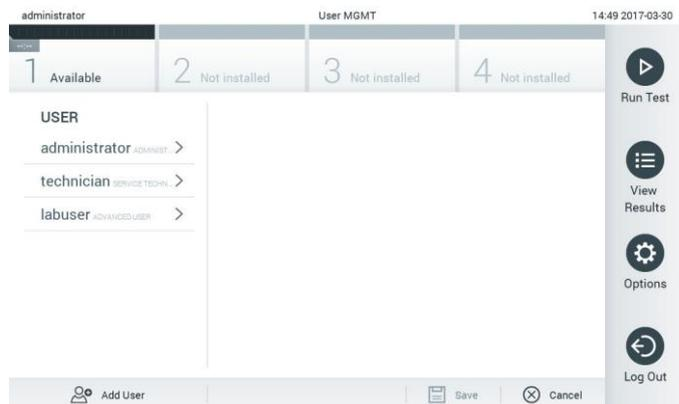

Рис. 47. Экран «User Management» (Управление пользователями).
1. Нажмите на кнопку **Options** (Опции), а затем на кнопку **User Management** (Управление пользователями), чтобы настроить конфигурацию для пользователей. В области содержимого на дисплее отобразится экран **User Management** (Управление пользователями) (рис. 47).